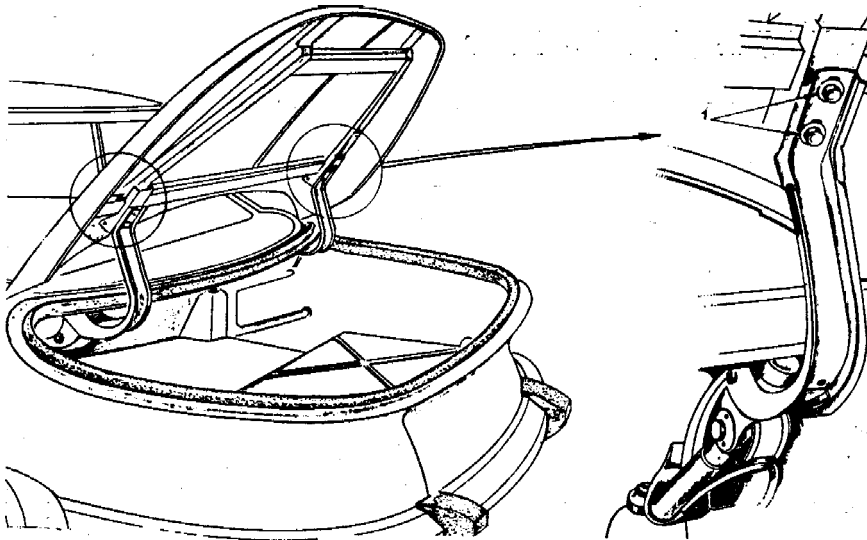

Fig. 19. — Dépose et repose d'un couvercle de malle. — 1. Vis de réglage.
**DEPOSE ET REPOSE D'UN COUVERCLE DE MALLE (fig. 19).**
- Desserrer les quatre vis (1) fixant le couvercle sur les charnières.
- La dépose complète du couvercle nécessitant un aide, celui-ci se placera d'un côté du couvercle et chacun terminera la dépose des deux vis (1), des rondelles à crans et des rondelles plates.